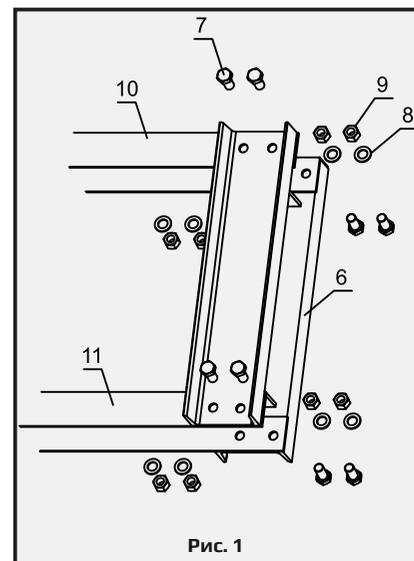

Рис. 1
2) Поставьте стойки рамы (10, 11) на стабильную, плоскую и ровную поверхность. Выровняйте отверстия на верхней балке (6) с отверстиями в верхней части стоек (10, 11). Зафиксируйте конструкцию с помощью болтов (7), шайб (8) и гаек (9). Рис. 1.